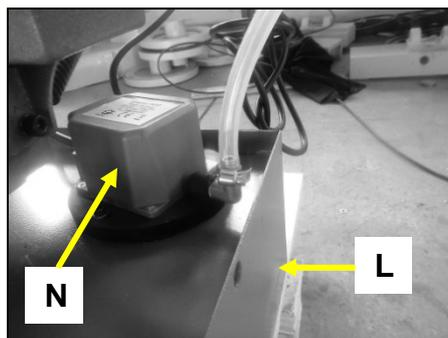

Fig 49
- Remplissez le bac de récupération (L) -sa capacité est d'environ 13 litres- et vérifiez que la pompe (N) est bien en place (Fig 49).